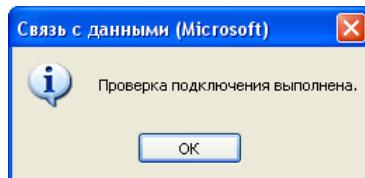

Рис. 7.6—5. Успешная проверка подключения к базе данных
5.3.6. Для завершения подключения внешней базы данных Oracle нажать «OK» (см. Рис. 7.6—4, 6).